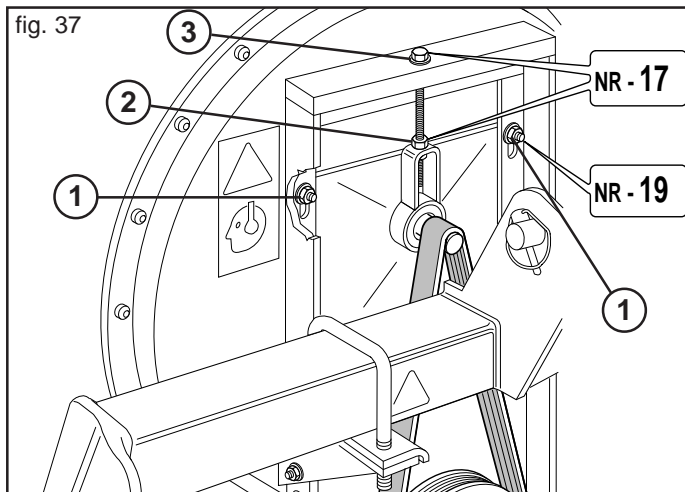

fig. 37
- Desserrer les vis (1, Figure 37);
- Desserrer l'écrou (2, Figure 37);
- Mettre en extension la courroie par le serrage de la vis (3, Fig. 37);